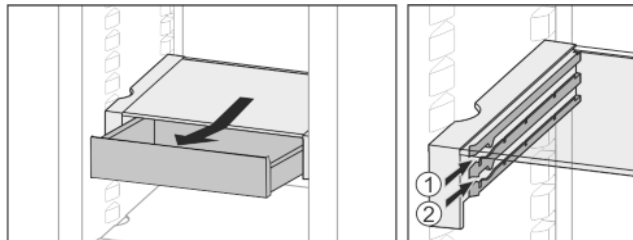

Fig. 24
- ▶ Вкарайте го на височина по избор Fig. 24 (1) или Fig. 24 (2).